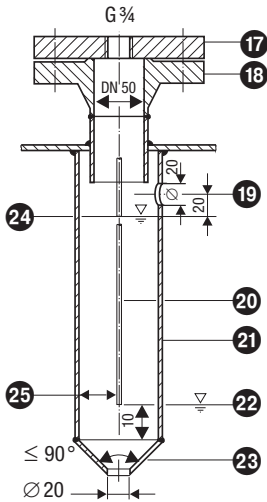

Fig. 16 Tube de protection (non fourni) si utilisation comme alarme « niveau haut » interne
- Le chemin de fuite électrique entre l'électrode et la masse (bride, paroi de la bouteille) ne doit pas être inférieur à 14 mm ! **Fig. 16 -22**.